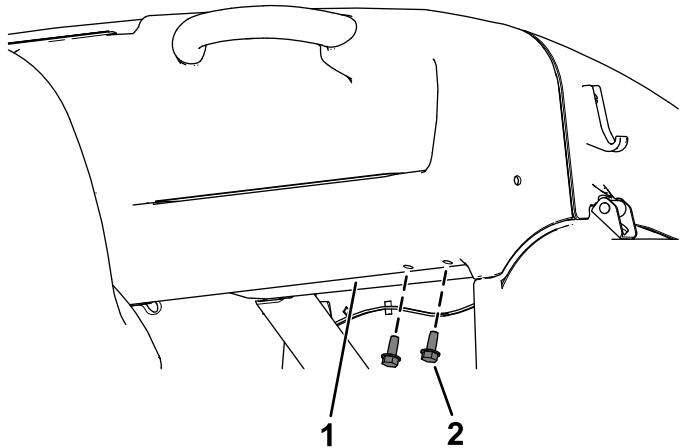

Рисунок 24
- A. Отверните 2 винта ($5/16 \times \frac{3}{4}$ дюйма), которые крепят приборную панель к раме машины (Рисунок 24).